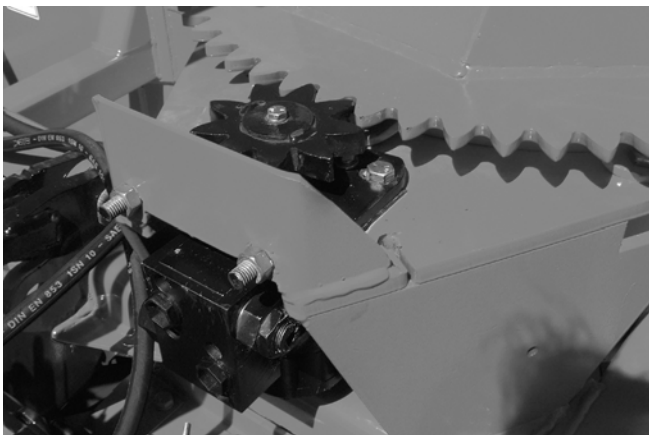

Figure 24
- 3) Installer le moteur et la roue d'engrenage à 9 dents. La roue d'engrenage à 9 dents est légèrement plus épaisse que l'autre. La placer de façon à ce que l'excédent d'épaisseur soit réparti également au-dessus et au-dessous de la roue d'engrenage à 55 dents (Fig. 24).